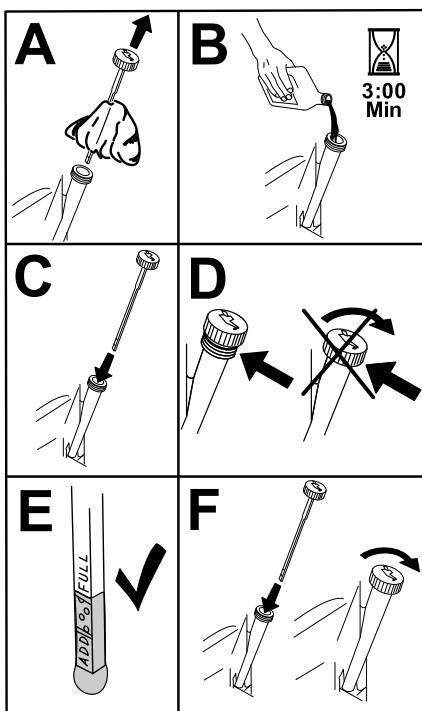

Figura 45
5. Vierta lentamente un 80% aproximadamente del aceite especificado por el tubo de llenado, luego añada lentamente el resto del aceite hasta que llegue a la marca de **Lleno** (Figura 45).